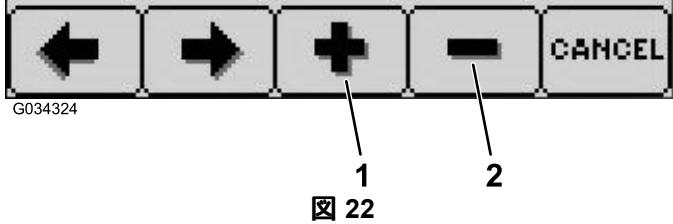

図 22
- 希望距離を増加させるにはボタン3を押す。希望距離を減少させるにはボタン4を押す 図22。